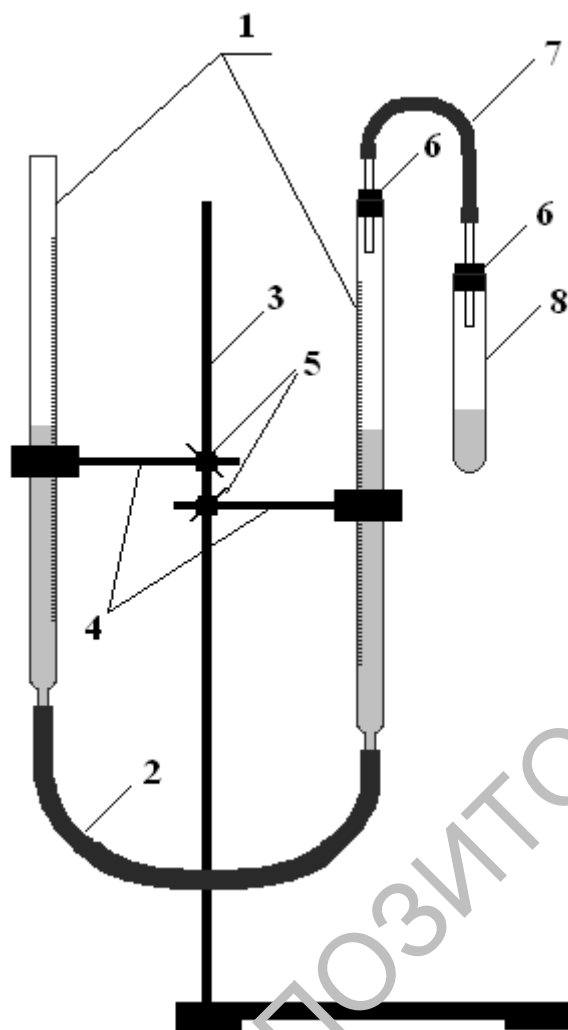

Рис. 3.4
4) Соберите прибор, изображенный на рис. 3.4